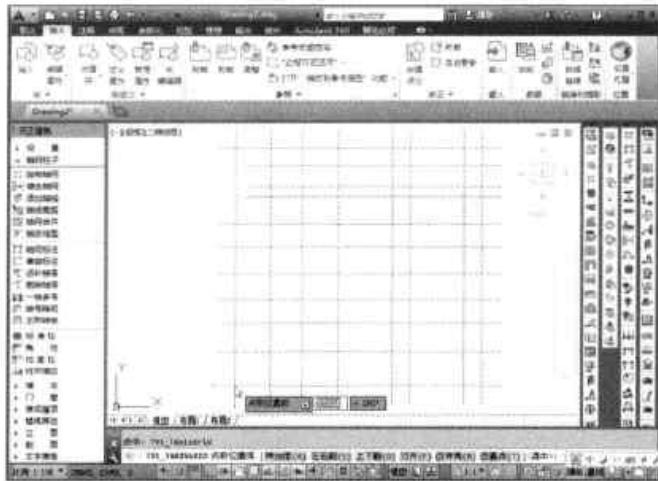

图16-24 指定轴网起点
**Step 07** 所有轴线尺寸输入完成后，单击“确定”按钮，在绘图区域中，指定轴线起点，如图 16-24 所示。